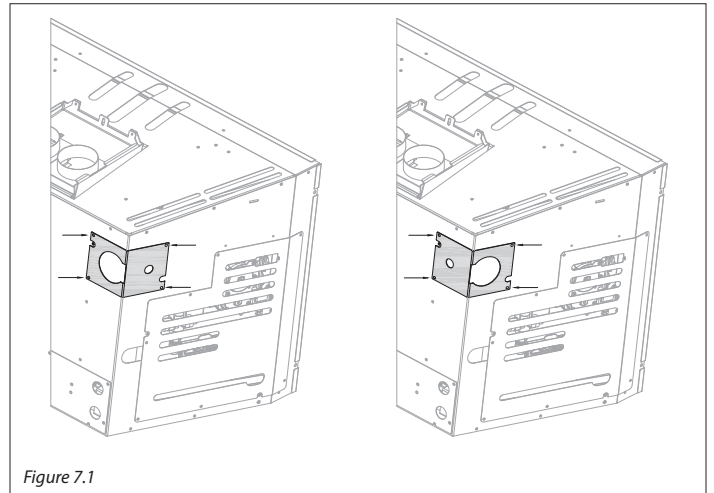

Figure 7.1
2. Voir la Figure 7.1 pour le positionnement de votre installation.